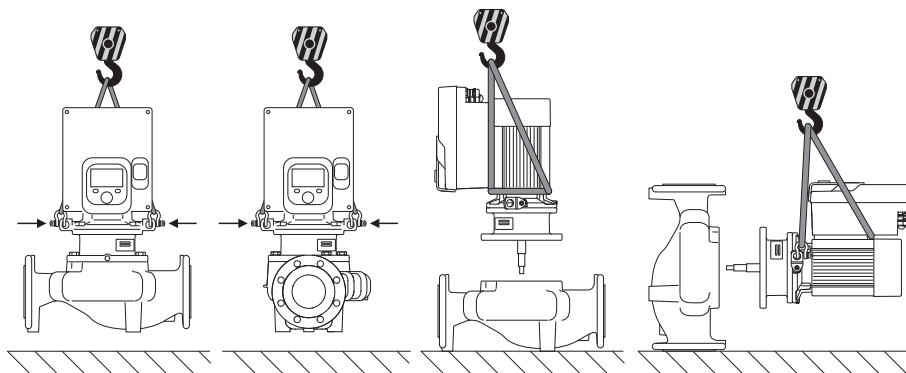

Fig. 6: Direcție de ridicare pompă cu un rotor
Transportul pompei trebuie efectuat cu ajutorul accesoriilor de ridicare autorizate (palan, macara etc.). Accesoriile de ridicare trebuie să fie fixate pe ochetii de transport existenți pe flanșa motorului. Împingeți buclele de ridicare, dacă este necesar, sub placa de adaptare (Fig. 6/7). Asigurați pompa împotriva răsturnării.
2. Pentru siguranță, fixați ansamblul motor cu rotor hidraulic (Fig. 4), cu ajutorul mijloacelor adecvate de ridicare, pe ochetei de transport. Pentru a preveni răsturnarea unității, așezați o buclă de curea așa cum se arată în Fig. 6 în jurul motorului și adaptorului modulului electronic. Evitați deteriorarea modulului electronic atunci când îl fixați.